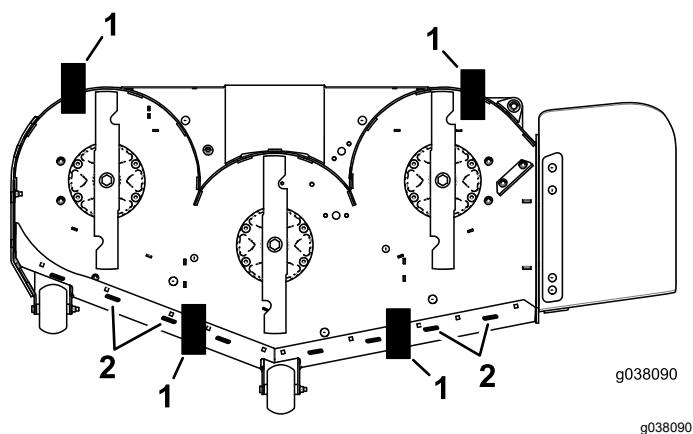

Figure 122
10. Placez une cale (voir le Tableau de hauteur de cale et d'inclinaison) sous le bord arrière de la jupe du tablier de coupe de chaque côté du tablier de coupe (Figure 122).